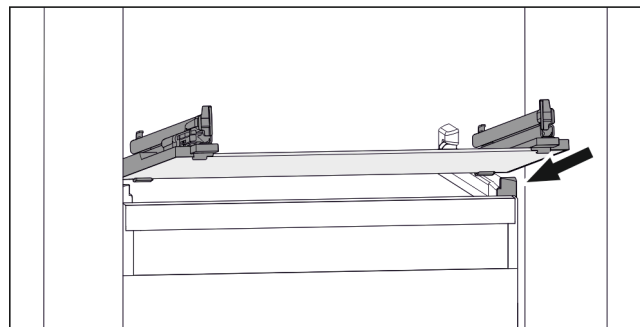

Fig. 103 Exemple de représentation de la tablette en verre
- ▶ Placer la tablette en verre, en l'inclinant, derrière les butées. (voir Fig. 103)